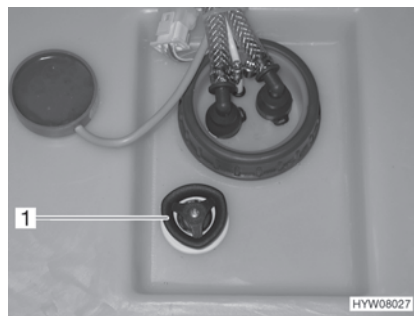

Bild 155 Wassertank mit Drehgriff
- Auf dem Wassertank den Drehgriff (Bild 155,1) im Uhrzeigersinn bis zum Anschlag drehen.
- Auf dem Wassertank den Drehgriff (Bild 155,1) entgegen dem Uhrzeigersinn bis zum Widerstand drehen. Das Wasser läuft bis auf ca. 20 Liter aus.